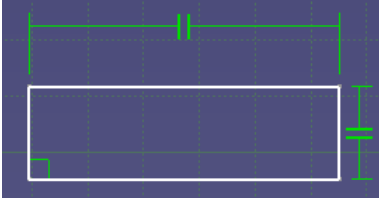

Bild 4.27 Oriented Rectangle
12. Profil für die zweite Teilgeometrie erstellen: Schieben Sie den schon vorhandenen Körper in den linken unteren Bildschirmrand, und beginnen Sie die Konstruktion des Profils im »freien Raum«. Wählen Sie dazu wieder die Funktion *Oriented Rectangle* (Ausgerichtetes Rechteck). Behalten Sie die *Sketch Tools* (Skizziertools) im Auge, und erzeugen Sie die Kontur des Sockels ungefähr maßstäblich. Achten Sie auch hier wieder darauf, dass keine geometrischen Bedingungen *Horizontal* (H) oder *Vertical* (V) in der Skizze enthalten sind (Bild 4.27).